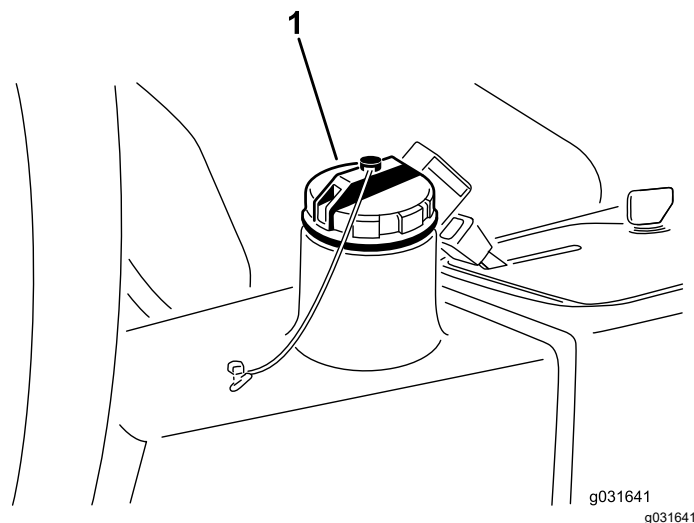

図 65
4. 油圧オイルタンク 図 65 に約 13.2 リットルの油圧オイルを入れる 油圧システムを点検する (ページ 49) を参照。